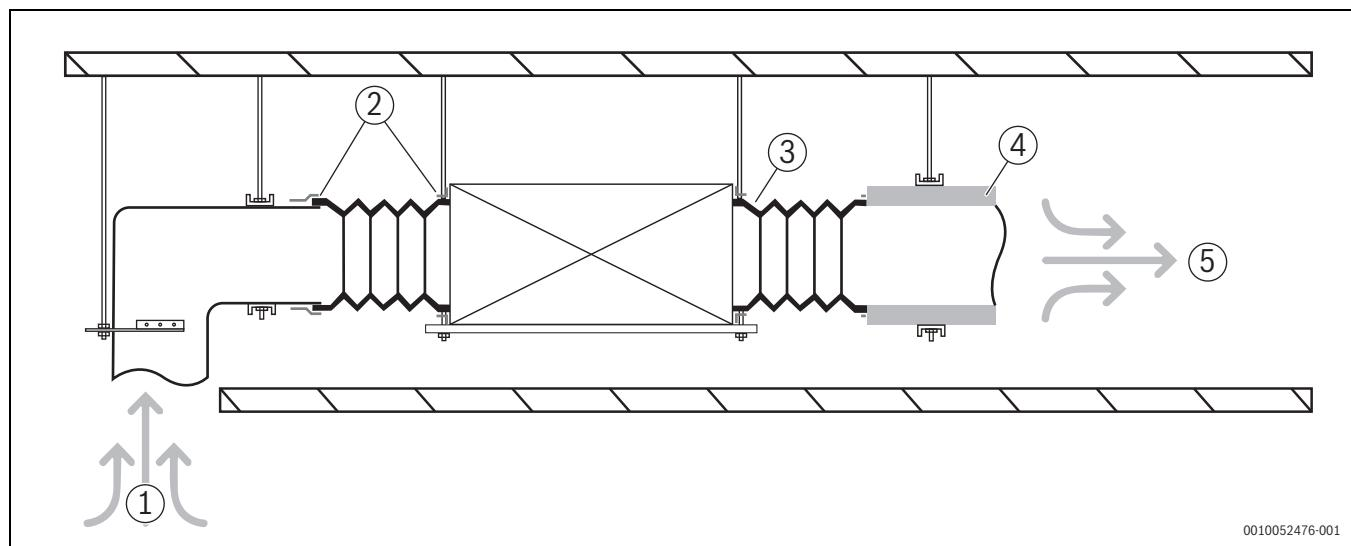

Fig. 28 Unidad de conducto con requisitos de presión estática
6. Conectar el conducto de aire tal como se visualiza en la fig. 28. Preparación in situ requerida para todos los componentes, exceptuando el equipo.
**Legenda de la fig. 28:**